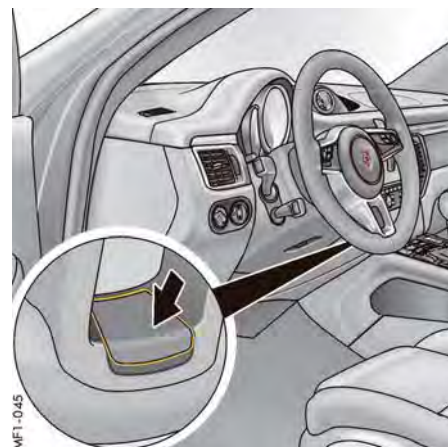

図93: ステアリング・ホイール・ヒーター・ボタン
- ▶ マルチファンクション・ディスプレイにメッセージ「(図93)、ステアリングホイールヒーターオン」または「or ステアリングホイールヒーターオフ」が短時間表示されるまで、ステアリング・ホイール・スポーク中央のボタンを押し続けてください